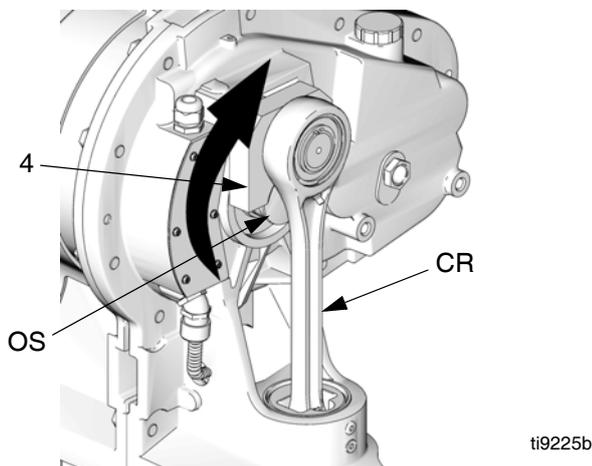

FIG. 18. Gire o braço de manivela
10. Consulte a FIG. 18. Gire o braço oscilante (4) para permitir que ele seja removido do eixo de saída (OS).
11. Puxe o conjunto braço de manivela/biela/pistão deslizante (CR) para cima e para fora do cilindro.
12. Retire os rolamentos antigos (8).